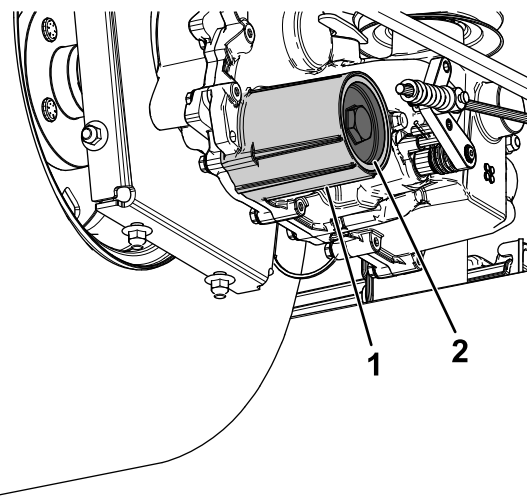

Figura 67
- Rimuovete la copertura del filtro del fluido idraulico dal transaxle per spurgare il fluido (Figura 67).